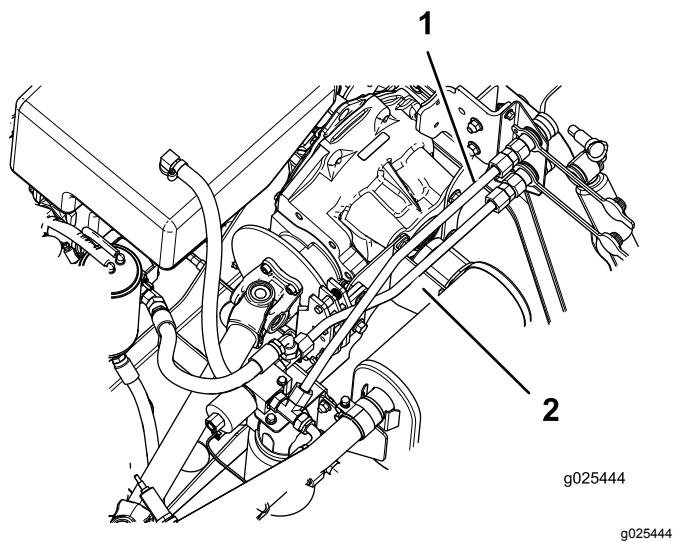

Bild 10
- Befestigen Sie die obere Hydraulikfestleitung lose an der oberen Schnellkupplung und am seitlichen T-Anschlussstück am Verteiler (Bild 10).
- Befestigen Sie die untere Hydraulikfestleitung lose an der unteren Schnellkupplung und am hinteren T-Anschlussstück am Verteiler (Bild 10).